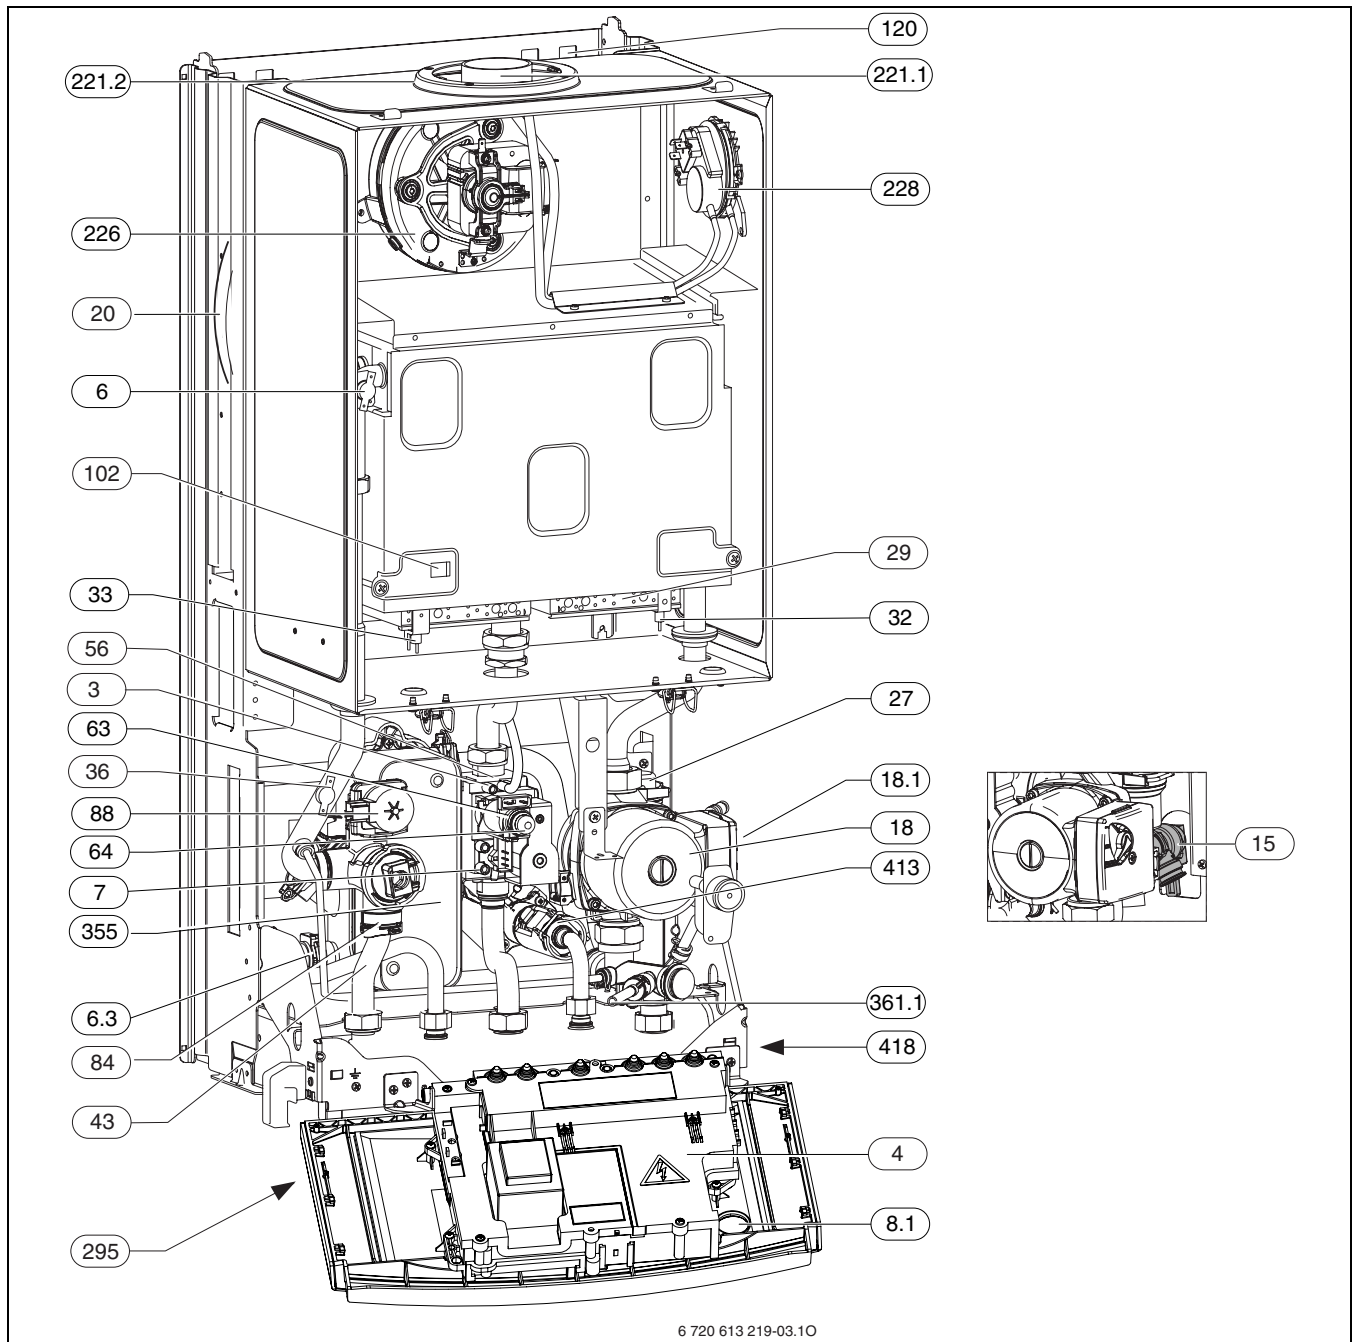

Рис. 3
Маркувальна табличка (418) знаходиться праворуч під траверсом (→ рис. 3).